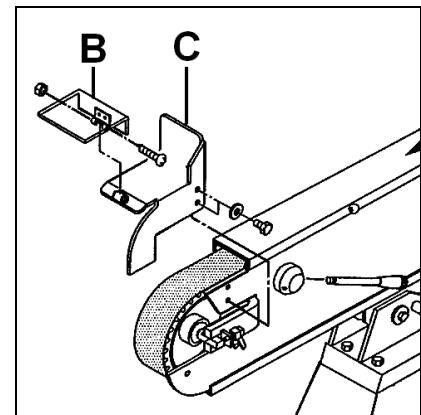
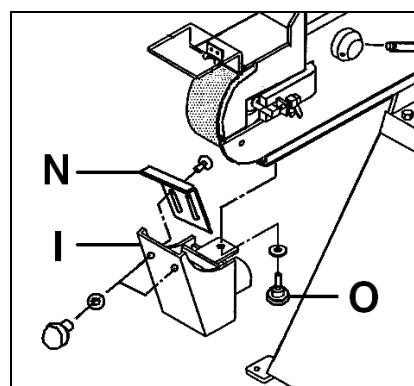

Fig 5
Fig 6
Monter la chambre à étincelles (I, Fig 6) avec la vis moletée (O) et une rondelle.
Monter la butée de pièces (C, Fig 5) avec 2 vis et des rondelles.
Refermer l'écran de protection contre les étincelles (B, Fig 5) et le carter inférieur de la bande (N, Fig 6).
Refermer le carter inférieur de la bande (N, Fig 6).